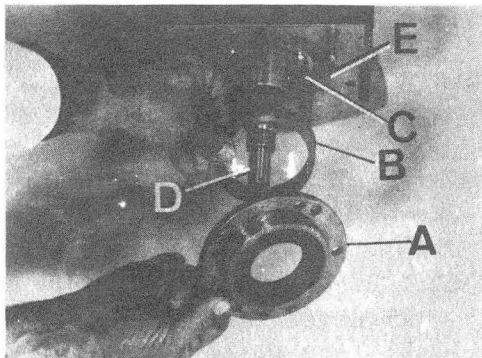

Fig. C1-94 Desmontaje porta-retén
- 1.5. Extraer la tapa, A (Fig. C1-94) porta-retén y las arandelas, B, de reglaje del rodamiento trasero del eje principal, manteniéndose apartadas las arandelas de reglaje, para su posterior montaje.
- 3.3.2. Montar la tapa, A (Fig. C1-94) con las arandelas de reglaje del rodamien-to posterior del eje principal, aplicando en los labios de obturación del retén una película de aceite SAE 90 EP.